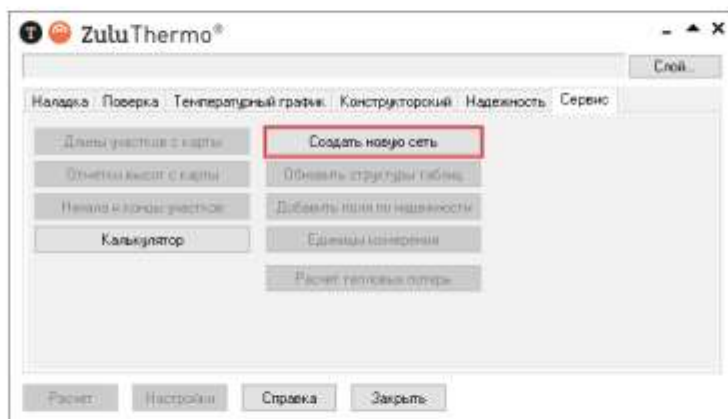

Рисунок 3.6. Вкладка Сервис окна теплогидравлических расчетов
2. Выбрать вкладку **Сервис** и в появившемся окне (Рисунок 3.6. «Вкладка Сервис окна теплогидравлических расчетов») нажать кнопку **Создать новую сеть**. На экране появится диалог создания новой тепловой сети.